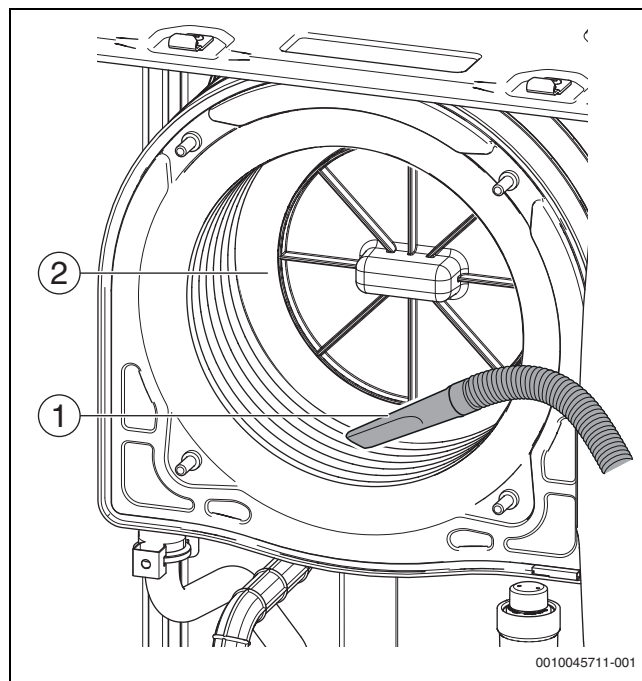

Fig. 63 Procédure d'aspiration
- Enlever les résidus restants avec un aspirateur (→ Figure 63, page 44).